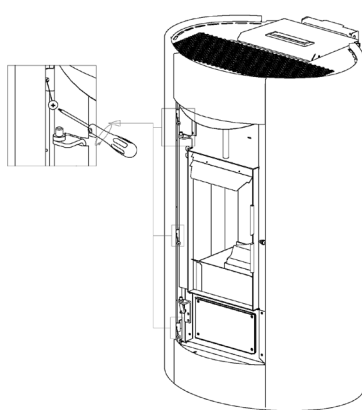
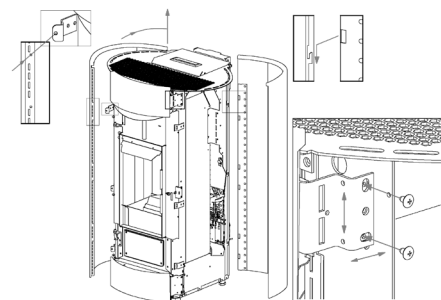

Fig. 60 - Dientes de enganche
Fig. 61 - Regulaciones
- Para el montaje, proceda en sentido contrario, con la posibilidad de regular las placas frontales delanteras, tanto en vertical como en horizontal, para ponerlas igual a las paredes laterales (ver **Fig. 60** y **Fig. 61**).